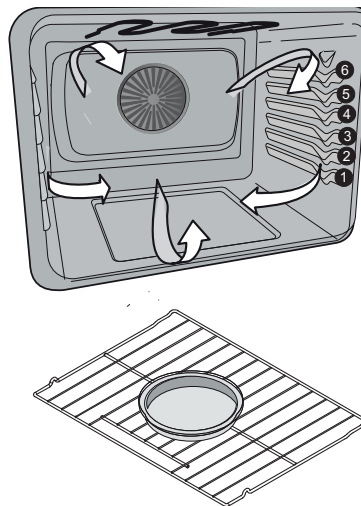

Figure 7: Positions des grilles; Cuisson sur une seule grille pour aliments prêts à servir
- Placez toujours les aliments au centre du four, sur la grille en position 3 plat ou 2 Glisse au four supérieur (Figure 7) et 3 plat au four inférieur.
- Placez les aliments comme illustré à la Figure 7.